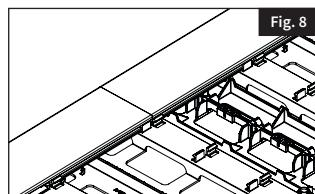

Fig. 8
- c. Si las placas InstaDeck superan la longitud de los tableros de piso, se necesita una junta a tope. En esta situación, divida en partes iguales un sujetador de la placa InstaDeck entre dos tableros (Fig. 8).